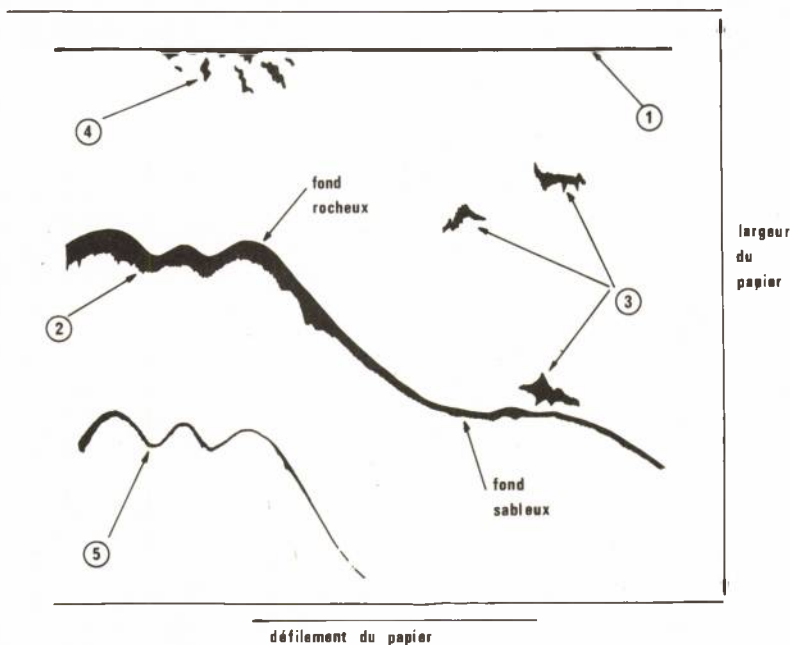

Fig. 8
La figure 8 donne l'allure d'un échogramme classique, que nous adaptons
Les bancs de poissons, ou les poissons isolés mais de taille suffisante, donnent un écho naturellement situé entre le fond et la surface : on en voit des exemples dans les taches (3) de l'échogramme de la figure 8. D'après l'allure de la trace, les utilisateurs expérimentés arrivent à déterminer le type des poissons détectés.
Lorsque le gain est poussé au voisinage de son maximum, pour obtenir une grande sensibilité, les bulles ou les nappes d'air qui passent sous la coque, entraînent l'apparition de réflexions de surface parasites, voisines de la ligne de référence sur l'échogramme : on en voit en (4) dans la figure 8. D'autre part, on peut alors capter un écho parasite, après deux aller et retour du signal : il apparaît une autre représentation du fond (trace (5) en figure 8).